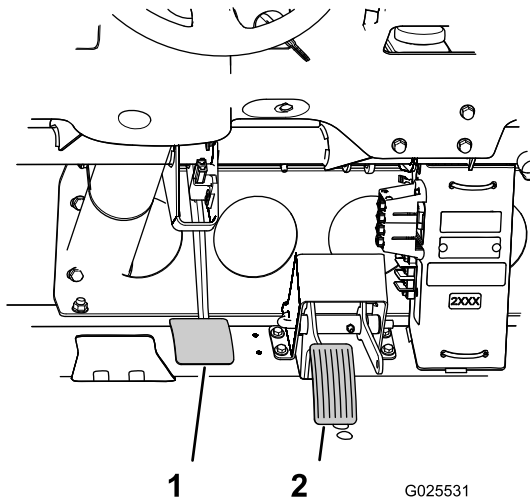

Figura 77
3. Levante o pedal de travão (Figura 77) até que este entre em contacto com a estrutura.